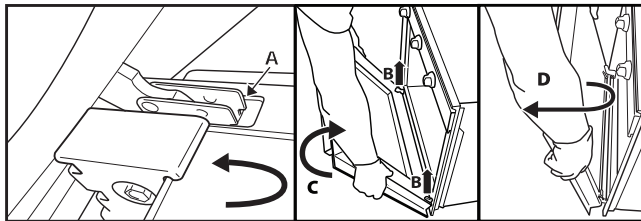

Рис. 2
3. Закройте дверцу до упора (А), поднимите (В) и поверните (С) так, чтобы снять ее (D) (Рис. 2).